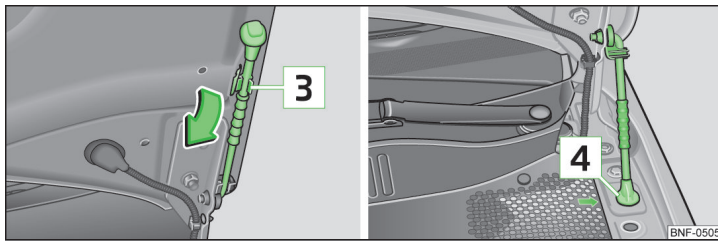

Fig. 98 Asigurarea capotei motorului
- > Scoateți tija de susținere în direcția săgeții din suportul 3 » fig. 98.